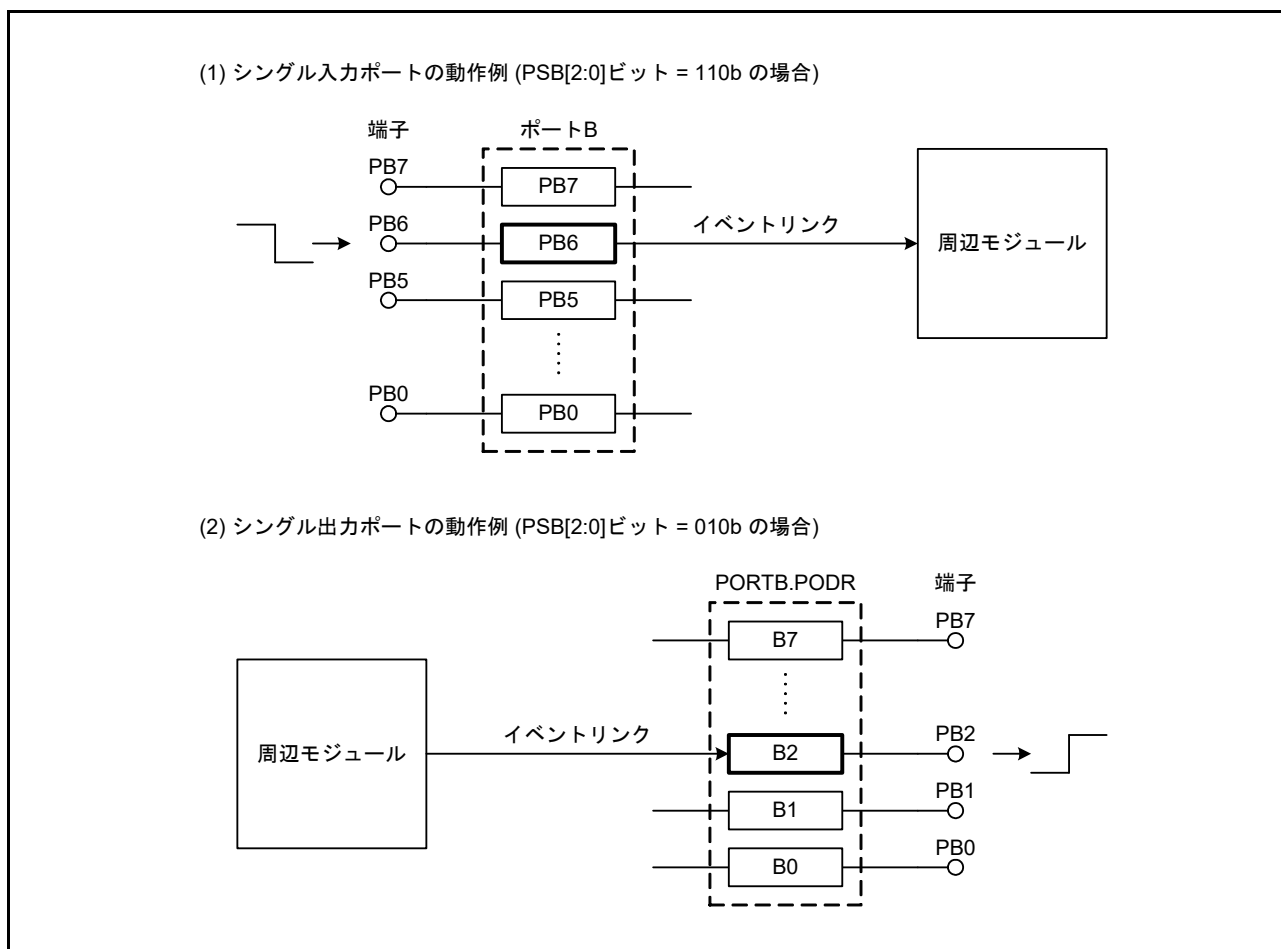

図 19.3 シングルポートのイベントリンク動作 (ポート B の場合)
(2) シングル入力ポートでのイベント発生
入力に設定されているシングルポートは、対応する端子への入力信号が変化するとイベント信号を出力します。イベント発生条件は、PELm.PSM[1:0] ビット ($m=0\sim 3$) で設定します。図 19.3 (1) にシングルポートのイベントリンク動作を示します。
(3) シングル出力ポートへのイベント信号入力
出力に設定されているシングルポートにイベント信号が入力されると、対応する端子のレベル (PODR レジスタの値) が PELm.PSM[1:0] ビットで指定したとおりに変化します。図 19.3 (2) にシングルポートのイベントリンク動作を示します。